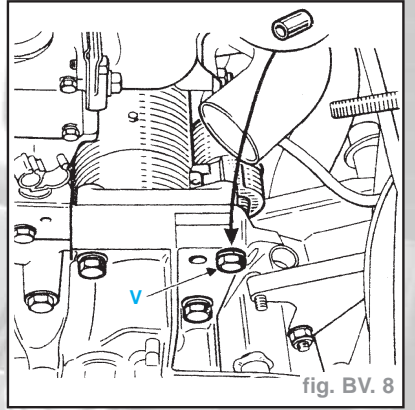

fig. BV. 8
**Attention :** Placer correctement la vis (V) et la douille de centrage du démarreur (fig. BV. 8).